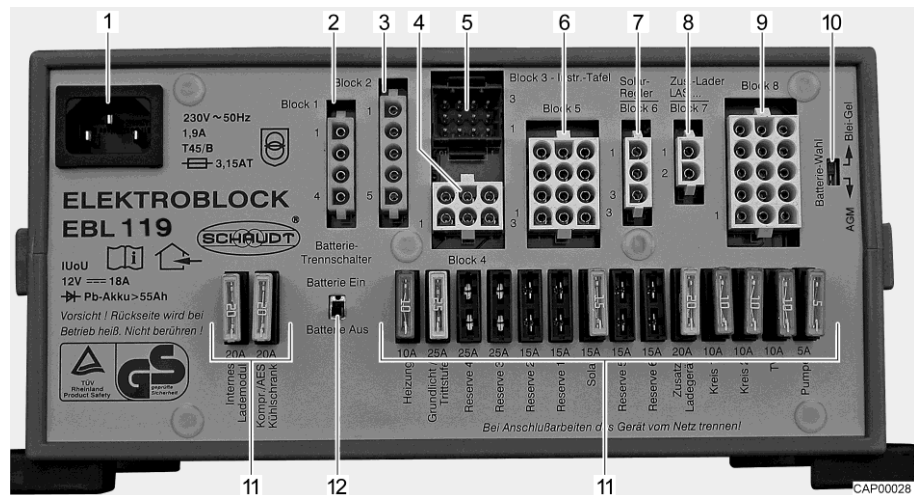

Bild 30 El-block (EBL 119)
- Koppla ifrån batteri-brytaren Bild 30,12) på el-blocket.